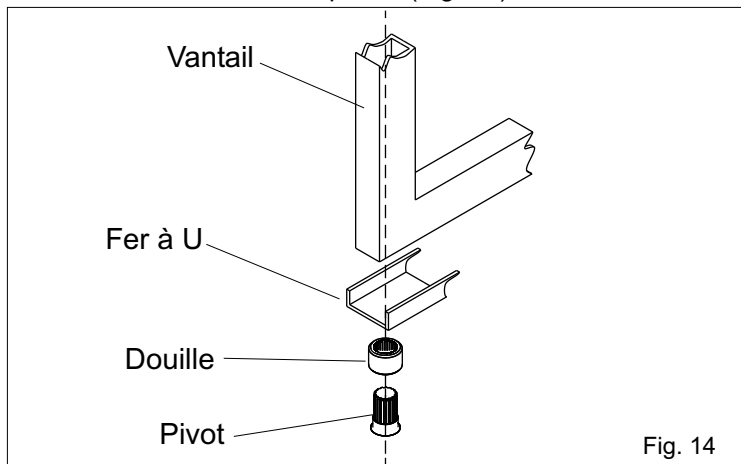

Fig. 14
4.2. Retourner d'environ 5 ° et souder la douille au fer à U, non fourni, et au vantail du portail (Fig. 14).